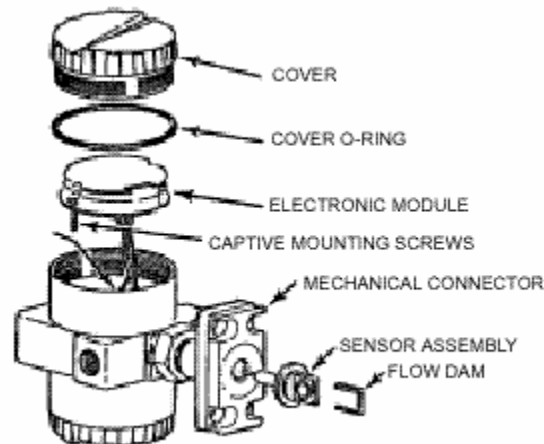

Figura 24. Conector Mecánico/Alojamiento Eléctrico.
5. Deslice el sensor hacia afuera del conector mecánico hacia afuera. Ver la figura 24.